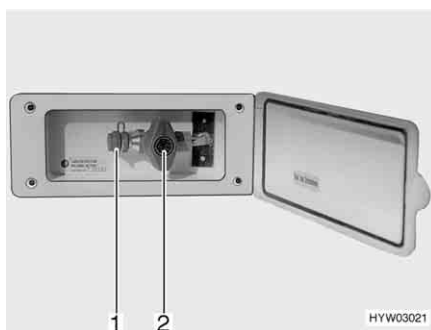

Fig. 72 Presa gas esterna, rubinetto di arresto del gas chiuso
La presa gas esterna si trova (Fig. 72) sul lato anteriore destro vicino al vano portabombole.
- Collegare l'apparecchio a gas esterno all'attacco (Fig. 72,1).
- Aprire il rubinetto di arresto del gas (Fig. 72,2).